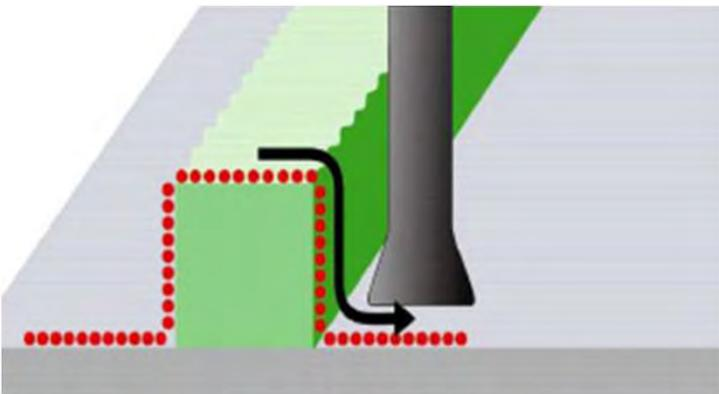

Figure1: Illustration du parcours de de la pointe le long de la structure mesurée
- Ces forces d'interaction provoquent une déflexion du levier qui supporte la pointe dont la mesure, couplée à un balayage de la surface (figure1), permet d'obtenir des images dans l'espace direct de la surface analysée.